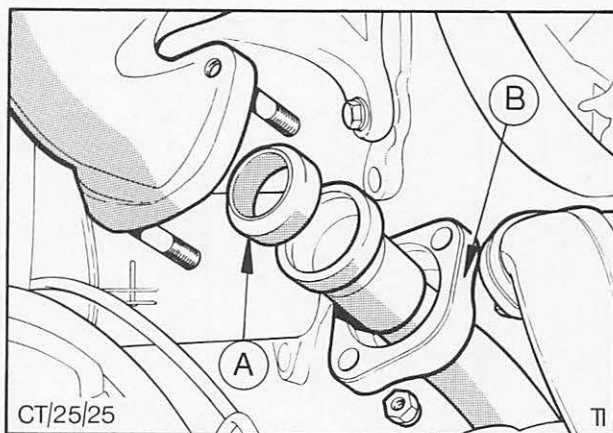

Abb. 32 A = Dichtring – Vorderrohr am Auspuffkrümmer
5. Dichtflächen von Dichtring, Halteflansch und Auspuffkrümmer mit Schmirgel reinigen, dabei eventuelle Kohlerückstände entfernen, Abb. 32. Halteflansch und Dichtring auf das Vorderrohr schieben.